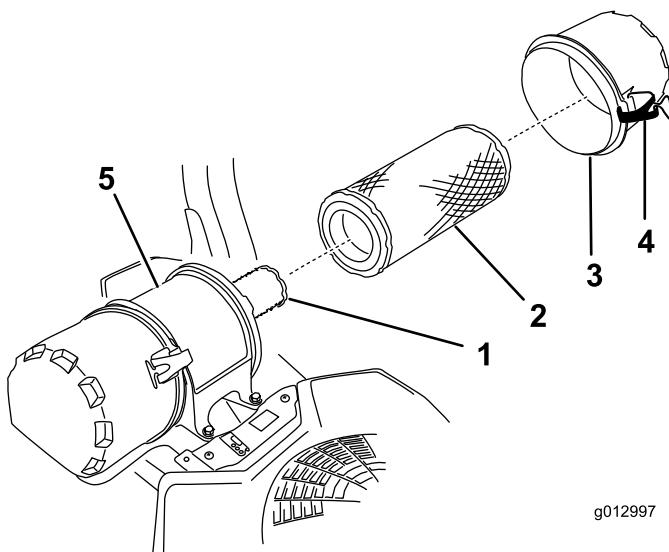

Figura 43
6. Abra los cierres del limpiador de aire y tire de la tapa del limpiador de aire para separarla del cuerpo del limpiador de aire (Figura 43).
8. Extraiga con cuidado el filtro primario del cuerpo del limpiador de aire (Figura 43).
2. Si va a cambiar el filtro interno, deslícelo cuidadosamente en el cuerpo del filtro (Figura 43).
3. Deslice cuidadosamente el filtro primario por encima del filtro interno (Figura 43).
4. Instale la tapa del limpiador de aire y fije los cierres (Figura 43).